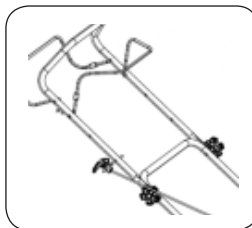

Рис. 14
3. После того, как двигатель запустится, вставьте трос стартера в направляющую, как показано на Рис. 14